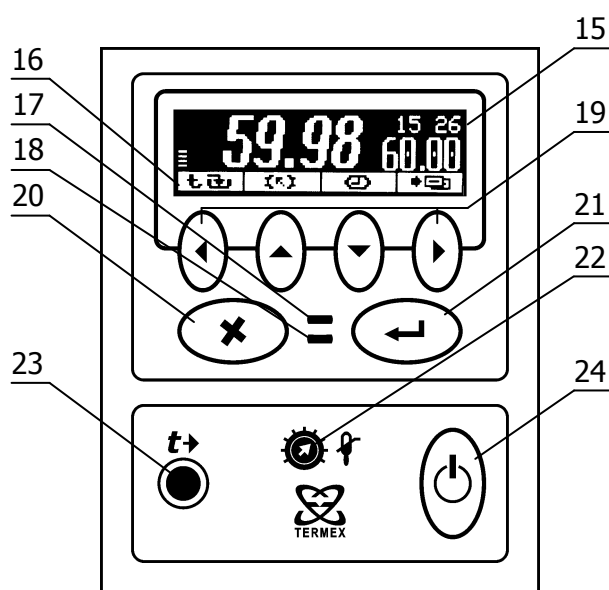

Рисунок 2 – Лицевая панель
Система безопасности блока регулирования отключает двигатель насоса и нагреватель при срабатывании хотя бы одной из защит или неисправности управляющего датчика (1.2.15). При срабатывании системы безопасности раздается звуковой сигнал, загорается индикатор 17 (рисунок 2) и на дисплей 15 выводится информация о причине неисправности.
2.3.1 После подключения сетевого кабеля к электрической сети блок регулирования переходит в режим ожидания. Подключение сопровождается кратковременной подсветкой дисплея 15 (рисунок 2).
2.3.6 Для регулировки яркости подсветки или контраста дисплея нажать кнопку 20 (X), выбрать изменяемый параметр кнопками (▲) и (▼) и установить его значение кнопками (◀) и (▶). Зафиксировать изменение нажатием кнопки 21 (↵) (рисунок 2).
2.4.6 Для выбора уставки в качестве текущей кнопками (▲) и (▼) подвести к ней указатель. Значение отмеченной указателем уставки дублируется крупными цифрами в правой части дисплея. Для подтверждения выбора отмеченной уставки нажать кнопку 21 (←). Для отмены выбора нажать кнопку 20 (✕) (рисунок 2).
2.4.7 Для изменения численного значения отмеченной указателем уставки нажать кнопку (▶). На рамке, обрамляющей значение уставки в правой части дисплея, появятся "засечки", указывающие на изменяемую позицию в численном значении. Цифра в отмеченной позиции мигает. Нажатиями кнопок (▲) и (▼) установить требуемую цифру в отмеченной позиции. Если удерживать кнопку нажатой, значение уставки будет изменяться непрерывно. Нажатиями кнопок (◀) и (▶) переместить отметку изменяемой позиции. Дискретность изменения значения уставки зависит от положения изменяемой позиции: если отмечена позиция десятков, то при единичном нажатии кнопки (▲) или (▼) значение уставки изменится на 10 °С. Если отмечена позиция десятых долей, то значение уставки изменится на 0.1 °С соответственно. Закончить ввод нового значения уставки нажатием кнопки 21 (←). Для возврата к значению уставки до ее изменения нажать кнопку 20 (✕) (рисунок 2).
2.5.3 При срабатывании защиты раздается звуковой сигнал и загорается красный индикатор срабатывания системы безопасности 17 (рисунок 2). Работа насоса и нагревателя будет блокирована. На дисплее отобразится текущее состояние системы защит.
2.5.5 После устранения причины срабатывания защиты или ее отключения кнопкой (▶) индикатор 17 (рисунок 2) погаснет. Перевести блок регулирования в рабочий режим нажатием кнопки 21 (←).